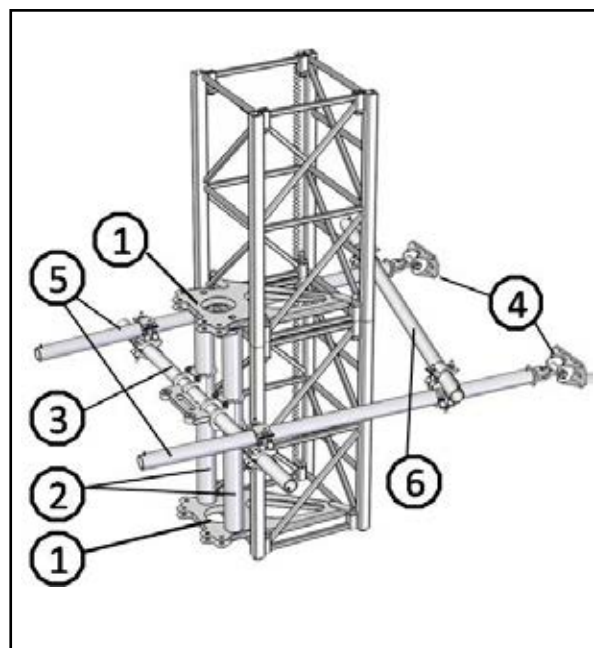

Bild 6.7.10.3 Vertikal justerbar toppförankring
- Fäst diagonalröret (5) med 76/76 mm kopplingar mellan förankringsrören (4). Observera att det skall finnas tillräckligt med utrymme för toppramen. Minsta tillåtna avstånd mellan förankringsrören och toppramen är 300 mm.
- Fäst begränsningsbrytarnas kammar i masten och justera den övre normala begränsningen så att det är minst 500 mm mellan raket och förankringsrören då plattformen är i sin högsta position. Dimension A, Bild 6.7.10.1.